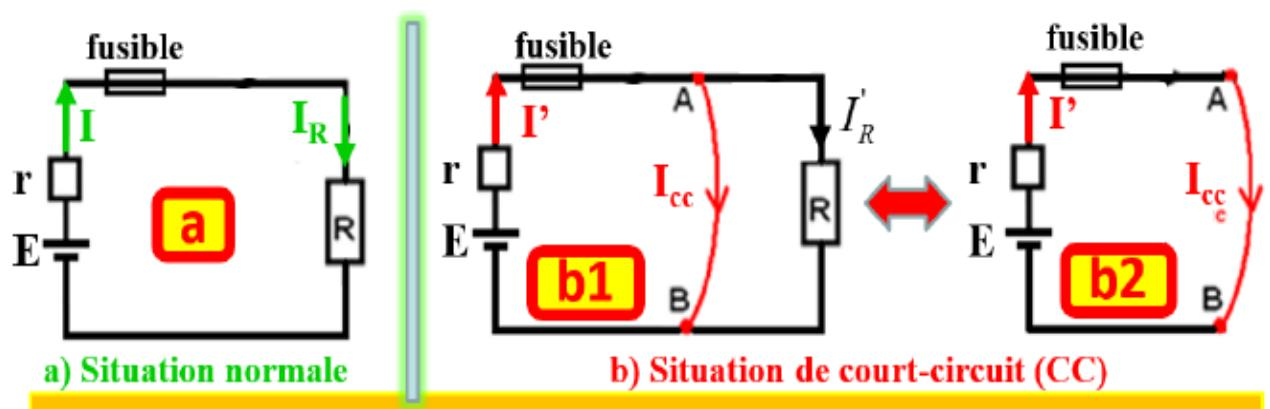

Figure I-6. Court-circuit
Nous donnons à la figure I-6, le schéma illustratif d'une situation de court-circuit.
- **Situation normale** (figure I-6. a) : Dans le cas de la situation normale de fonctionnement, le bilan des tensions nous donne : $E = RI_R + Ir + r_{fil}I$ avec I et I_R respectivement courant source et charge (R). Mais, étant donné que les résistances R , r et r_{fil} sont en série, alors elles sont parcourues par le même courant I débité par la source. Par conséquent, $I_R = I$ et la relation $E = RI_R + Ir + r_{fil}I$ nous donne alors la valeur du courant I .
- Situation de **court-circuit** (figure I-6 b) : Quand on relie les bornes A et B, le courant passe par le chemin le plus facile (absence de résistance) à l'image de l'être humain qui aime la facilité. Pour une telle situation, les points A et B sont au même niveau de potentiel. Autrement dit, $V_A = V_B$. Par conséquent, le courant de la figure I-6 b1 est donné par la relation suivante :
Pour une situation de court-circuit la figure I-6 b1 est équivalente à I-6 b2. Ce courant de court-circuit I_{cc} dont la valeur tend vers l'infinie conduit à une énergie (chaleur) qui tend vers l'infinie. Ce qui est intenable et pour la source et pour les fils conducteurs. Ainsi, si des mesures de protection des biens contre les CC ne sont pas prises en compte, alors on va assister à leur destruction par casse mécanique, explosion ou incendie. Justement pour éviter ces manquements, tout départ électrique doit être protégé par des dispositifs (fusible, disjoncteur...) de protection contre les CC.